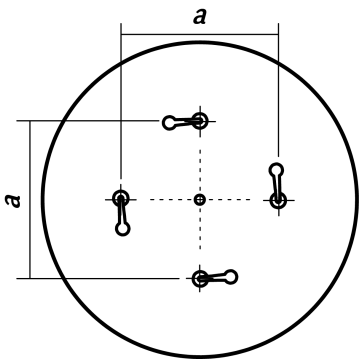

Рисунок 4
2. На потолочной поверхности, на которой устанавливается светильник разметить монтажные отверстия в соответствии со схемой, Рисунок 4: